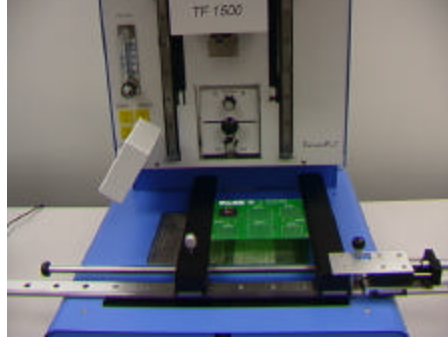

Figura 20
- ii. Collocare la scheda in modo che il fascio rosso del laser risulti approssimativamente al centro del componente. Per spostare la scheda, spingerla manualmente in avanti o indietro. Per spostarla a destra o a sinistra, allontanare la maniglia di sgancio e spostare la scheda. Tirare la maniglia di sgancio verso di sé per bloccare in posizione la scheda (Figura 20).